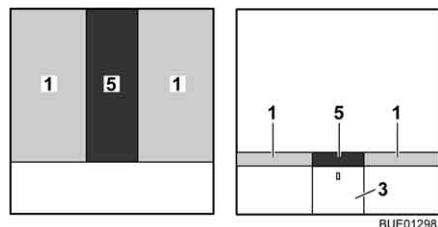

Fig. 115 Dopo la trasformazione
- Posizionare il cuscino aggiuntivo (Fig. 115,5) tra i materassi (Fig. 115,1).